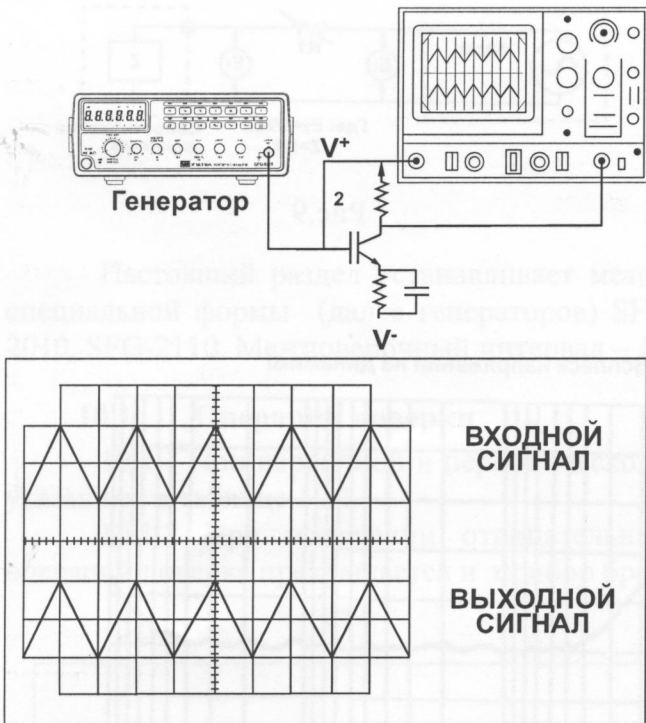

Рис. 4
На рис. 4 приведена схема, которая может давать напряжение смещения на транзистор и входной сигнал. Форму выходного сигнала можно наблюдать на осциллографе. Настройте параметры сигнала для обеспечения лучших условий с максимальной выходной амплитудой и отсутствием искажений. Регулируйте уровень DC OFFSET, чтобы увидеть воздействие различных условий смещения.
- (е) Чтобы исследовать временную зависимость между входным и выходным сигналом, используйте двухканальный осциллограф, как показано на рис.4.